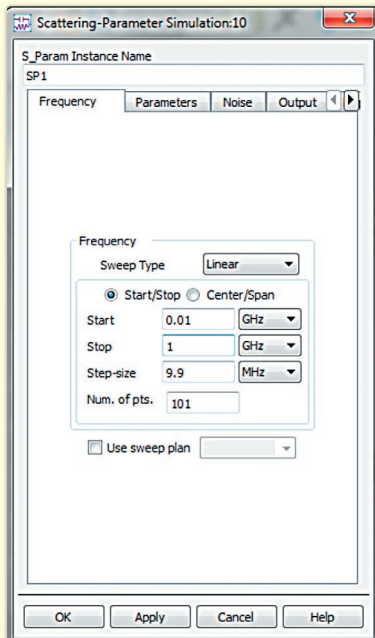

Рис. 10
**Num. of points** (Кількість точок) = 101 (розмір кроку буде розрахований автоматично). Натисніть **OK** (рис. 10).